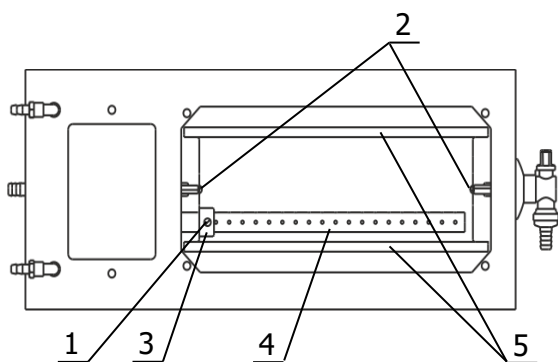

Рисунок 5 — Извлечение рабочей ванны термостата
2.4.6 Для извлечения и очистки рабочей ванны термостата необходимо ослабить винт 1 (рисунок 5), рассекатель 4 выдвинуть из втулки 3 до упора в противоположную стенку ванны. Винты 2 выкрутить полностью и вынуть рабочую ванну, удерживая ее за металлические уголки 5.